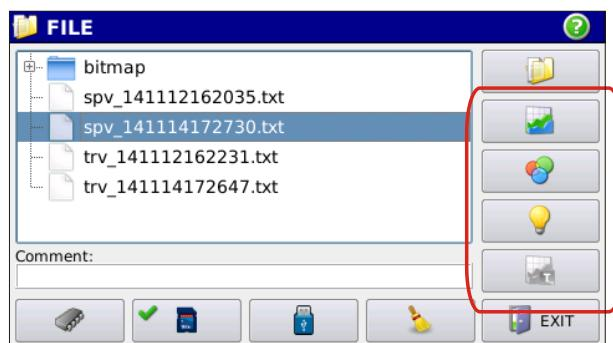

Figura 4.12: Con i tasti evidenziati è possibile visualizzare i dati relativi al file selezionato.
4.5.1 Selezionare il file di interesse. Il file selezionato apparirà su sfondo BLU (figura 4.11), a questo punto è possibile visualizzare il file utilizzando i tasti nella parte destra dello schermo (figura 4.12).